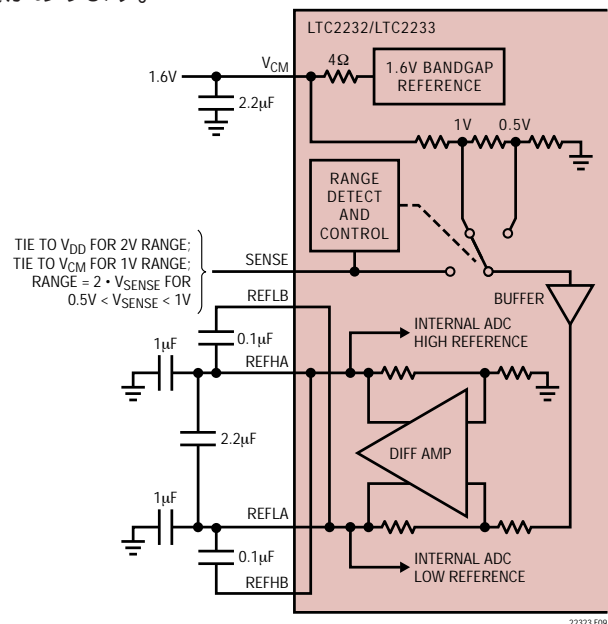

図9．等価リファレンス回路
1.6Vのバンドギャップ・リファレンス、差動アンプ、およびスイッチングと制御の回路で構成されるLTC2232/LTC2233のリファレンス回路を図9に示します。内部電圧リファレンスは、ピンで選択可能な2V (差動 ±1V) または1V (差動 ±0.5V) の2つの入力レンジに設定することができます。SENSEピンを  $V_{DD}$  に接続すると2Vレンジが選択され、SENSEピンを  $V_{CM}$  に接続すると1Vレンジが選択されます。
差動アンプはADCの高リファレンスと低リファレンスを発生します。高速スイッチング回路がこれらの出力に接続されているので、これらの出力は外部でバイパスする必要があります。各出力には4本のピンが備わっています。高い方のリファレンス用にそれぞれ2本のREFHAとREFHB、および低い方のリファレンス用にそれぞれ2本のREFLAとREFLBです。複数の出力ピンはパッケージのインダクタンスを減らすために必要です。バイパス・コンデンサは図9に示されているように接続する必要があります。